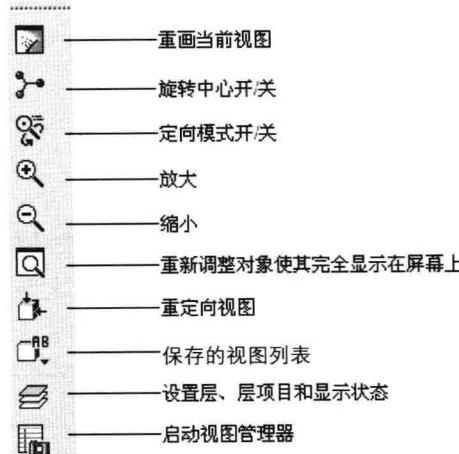

图 1-16
- “视图”工具栏：该工具栏中的功能按钮可以改变模型和主窗口的显示状态，如图 1-16 所示。